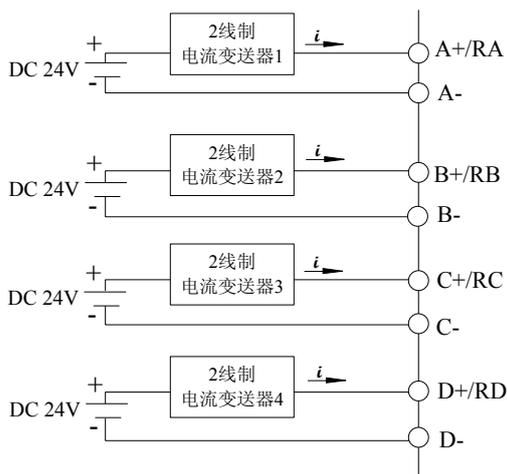
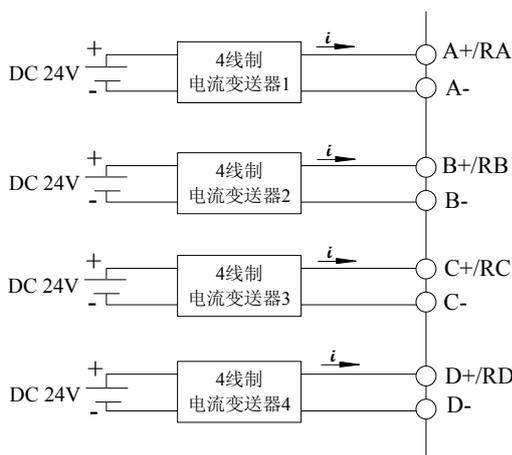

图3.2.2 2线制电流变送器接线图
图3.2.3 4线制电流变送器接线图
- 图3.2.2、图3.2.3所示为2线制电流变送器和4线制电流变送器接线方式。2线制电流变送器由外部电源供电, 用户可以根据电源容量需求, 选择使用CPU模块的24VDC输出电源, 或者自己外接电源;
LM3311在PowerPro上的配置如图3.2.2所示。点击“LM3311 4×TC[VAR]”，则显示模块参数设置界面，如图3.2.3所示。